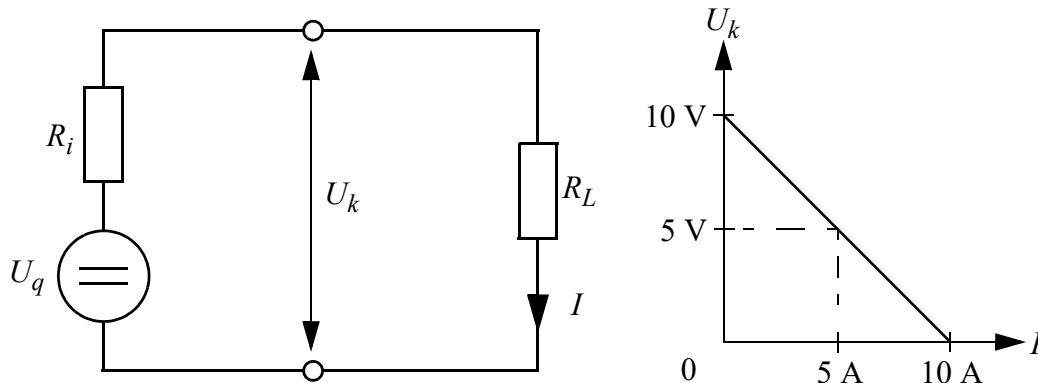

Figure 2.17 Source de tension réelle avec résistance de charge. Graphe de la tension aux bornes de la source en fonction du courant débité.
- 2.17** La première chose à voir est que ce circuit représente une source de tension réelle, c'est-à-dire une source de FEM (EMF)¹ U_q avec une résistance interne R_i , connectée sur une résistance de charge R_L . La tension aux bornes de la source réelle est représentée par la valeur U_k et le courant débité par la source (et qui traverse la charge) est la grandeur I . Ceci est représenté plus clairement à la **Figure 2.17**.